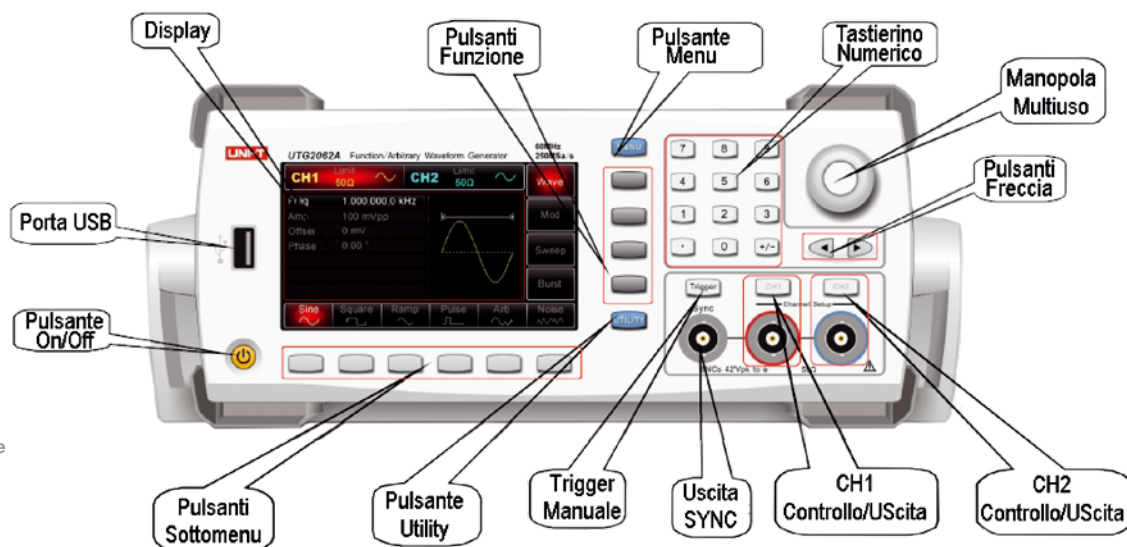

Fig. 2
Iniziamo dunque a vedere con cosa abbiamo a che fare: una volta aperta la confezione, troviamo lo strumento ed una eccellente dotazione di accessori: un cavo di alimentazione con spina SCHUKO, un cavo BNC-coccodrillo rosso e nero, un cavo BNC maschio-maschio, un cavo USB per il collegamento al PC, ed una pen drive contenente il manuale in lingua inglese (**Fig. 1**). L'autore del presente articolo ha preparato un ottimo manuale, completamente in Italiano, decisamente più chiaro ed esauritivo di quello originale, correggendo anche diversi refusi. Lo abbiamo inserito direttamente nella confezione, per immediata disponibilità di chi acquisterà questo ottimo strumento. L'apparecchio ha le caratteristiche fisiche degli strumenti professionali, con il contenitore metallico e tutti gli angoli anteriore posteriore bordati in gomma, con la doppia funzione di piedini antiscivolo e di protezione dagli urti. Inoltre è dotato di una comoda maniglia che, oltre a servire per il trasporto, può essere bloccata in cinque diverse posizioni, permettendo così anche di orientare ed inclinare lo strumento in base alla collocazione sul banco. Le dimensioni del generatore sono 265 (L) x 110 (H) x 320 (P) mm. In **Fig. 2** abbiamo riportato il pannello frontale dello strumento, con la descrizione delle singole parti. Il pannello anteriore, da sinistra a destra presenta: il tasto di accensione e spegnimento, la porta USB, il display grafico TFT, alla cui base e sul lato destro si trovano due serie di sei pulsanti per la selezione di